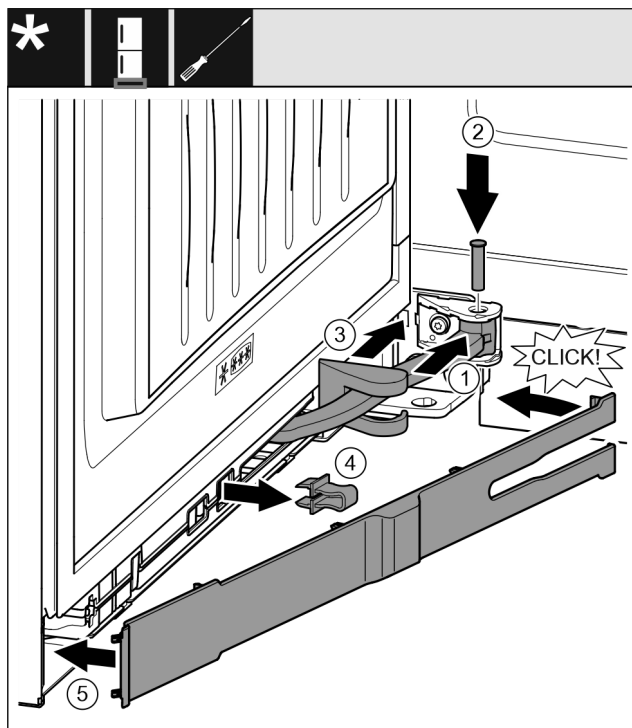

Fig. 47
- ▶ Girar la articulación en la suspensión. Fig. 47 (1)
- ▶ Introducir los pernos con un destornillador T15 en la suspensión y la articulación. Asegurarse de que el saliente de retención descansa correctamente en la ranura. *Fig. 47 (2)*
- ▶ Desplazar la cubierta del soporte de apoyo a lo largo de la articulación y montarla sobre la suspensión. *Fig. 47 (3)*
- ▶ Retirar el seguro. *Fig. 47 (4)*
- ▶ Colocar el panel del lado del tirador y girarlo hacia dentro. *Fig. 47 (5)*